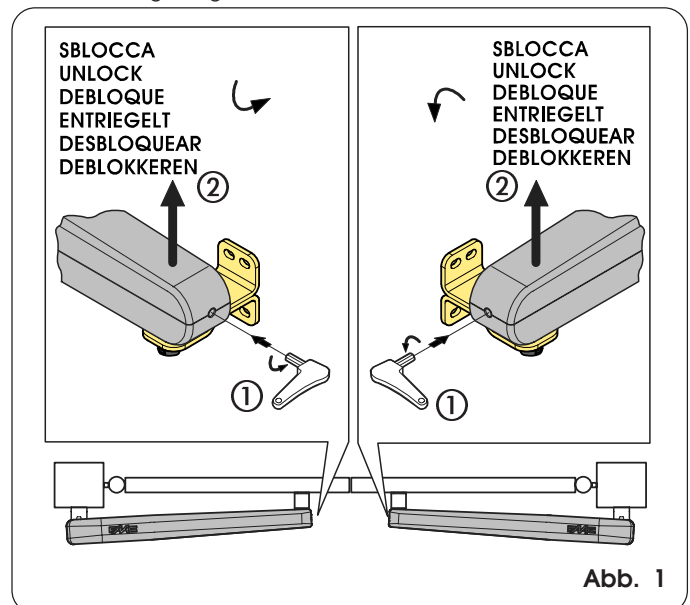

Abb. 1
- Den mitgelieferten Inbusschlüssel in den vorderen Bereich des Antriebs einstecken und um 5-6 Umdrehungen im Gegenuhzeigersinn drehen (Abb. 1- Bez. ①).
- Den Antrieb von dem vorderen Bereich anheben, und dabei von der Befestigung abnehmen (Abb. 1- Bez. ②). Dann den Entriegelungsschlüssel herausziehen.